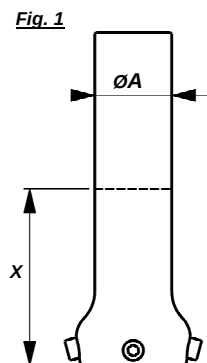

Fig. 2
C) MISE A LONGUEUR (fig. 1 et fig. 2)